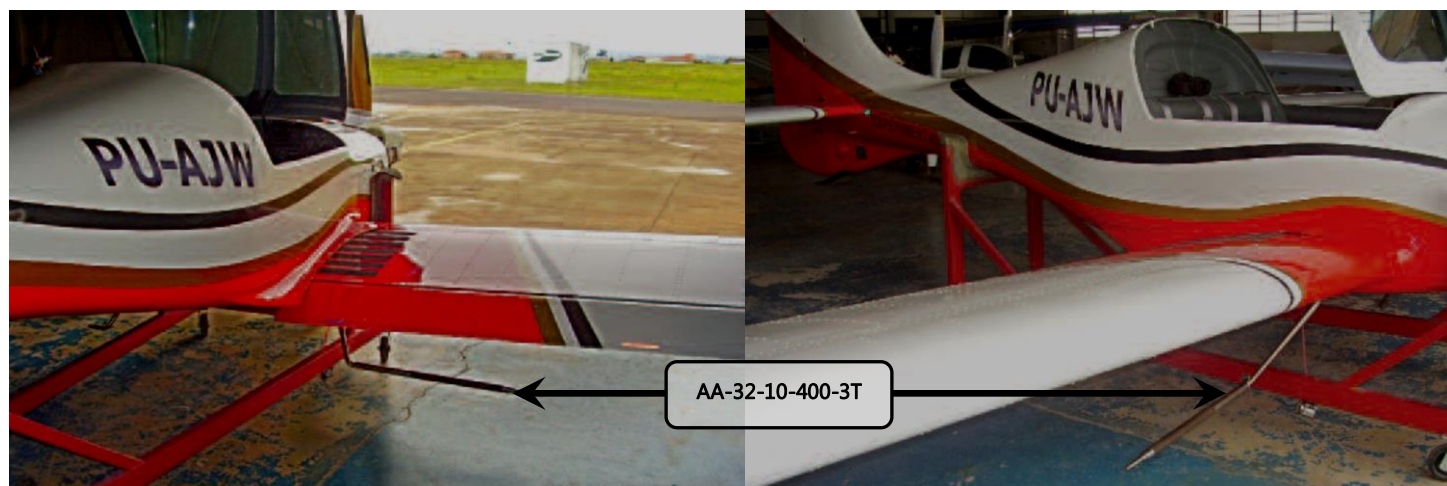

Figura 32.10.9 – Instalação da ferramenta AA-32-10-400-3T
2. Instalar a ferramenta AA-32-10-400-3T no eixo direito do trem de pouso principal, como mostra a figura 32.10.9;
2. Instalar a ferramenta AA-32-10-400-3T no eixo esquerdo do trem de pouso principal, como mostra a figura 32.10.9;